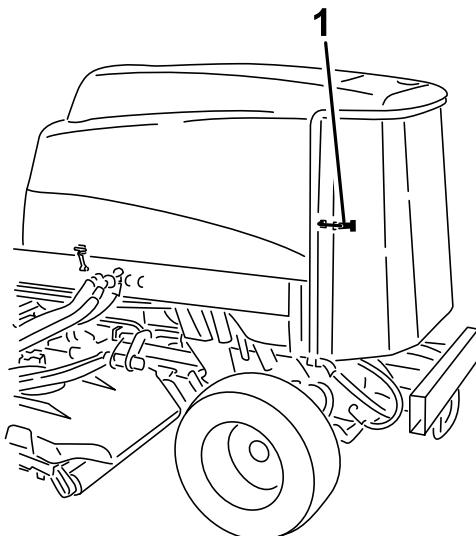

Bild 90
2. Entriegeln und schwenken Sie das hintere Gitter in die geöffnete Stellung (Bild 90).